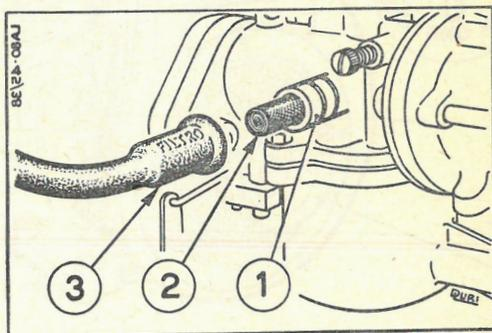

Fig. 3 - SMONTAGGIO DEL FILTRO SUL CARBURATORE
A tale scopo è sufficiente sfilare il tubo di gomma 3) dal raccordo 1) e togliere la cartuccia 2) come indicato nella Fig. 3.
- g) Togliere il tubo di gomma dal raccordo di entrata (Vedere Fig. 3), estrarre il filtrino e pulirlo dalle impurità che hanno ostacolato il passaggio del combustibile. Detta operazione va eseguita, se necessario, tutti i giorni.